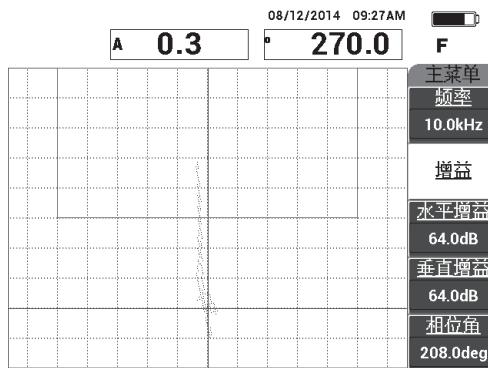

图 6-26 信号波幅被调整后进入到报警框中
5. 按增益键 (dB), 然后调整信号波幅, 使脱粘信号进入报警框中, 并从平衡点位置 (十字准线) 延伸大约 5 个分区 (参见第 131 页的图 6-26)。